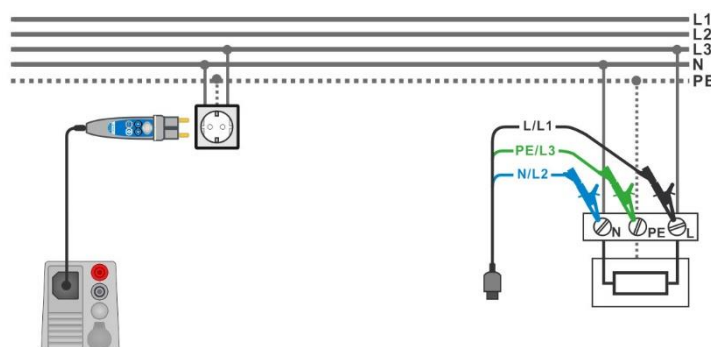

Abbildung 7.31: Anschluss des Commander-Prüfsteckers und des 3-adrigen Prüfleiters
- › Anschluss des 3-adrigen Prüfleiters oder des Commander-Prüfsteckers am Prüfobjekt, siehe **Abbildung 7.31**.